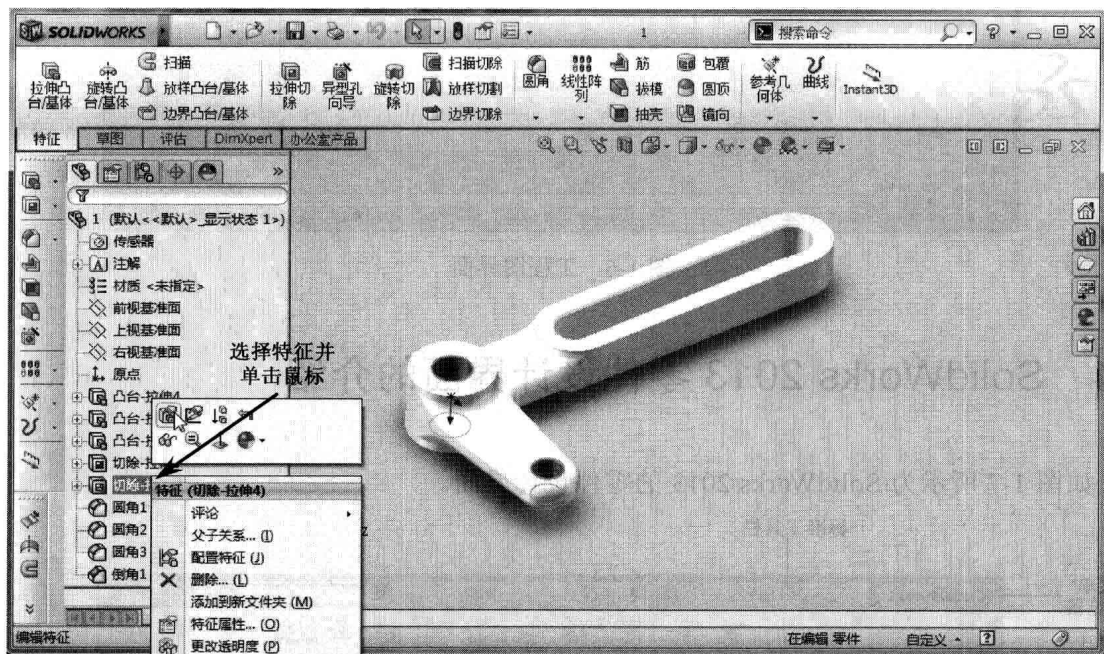

图 1-9 设计树中修改
- ☆ 设计树——主要是记录着设计过程的每一个步骤，如需修改特征可在特征树中选择该特征进行编辑，如图 1-9 所示。